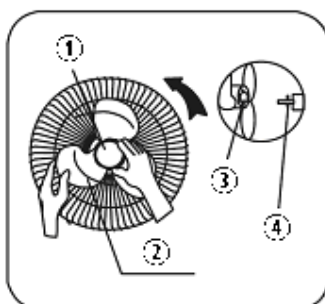

Рисунок 6
5. Насадите крыльчатку вентилятора на валу мотора. Убедитесь, что отверстие в крыльчатке совместилось с шипом крепления на валу мотора (этапы 4, 5 – см. рисунок 6).